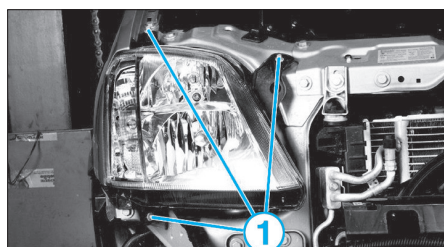

FIG. 26
- les 3 vis de fixation (1) du projecteur (Fig.26).